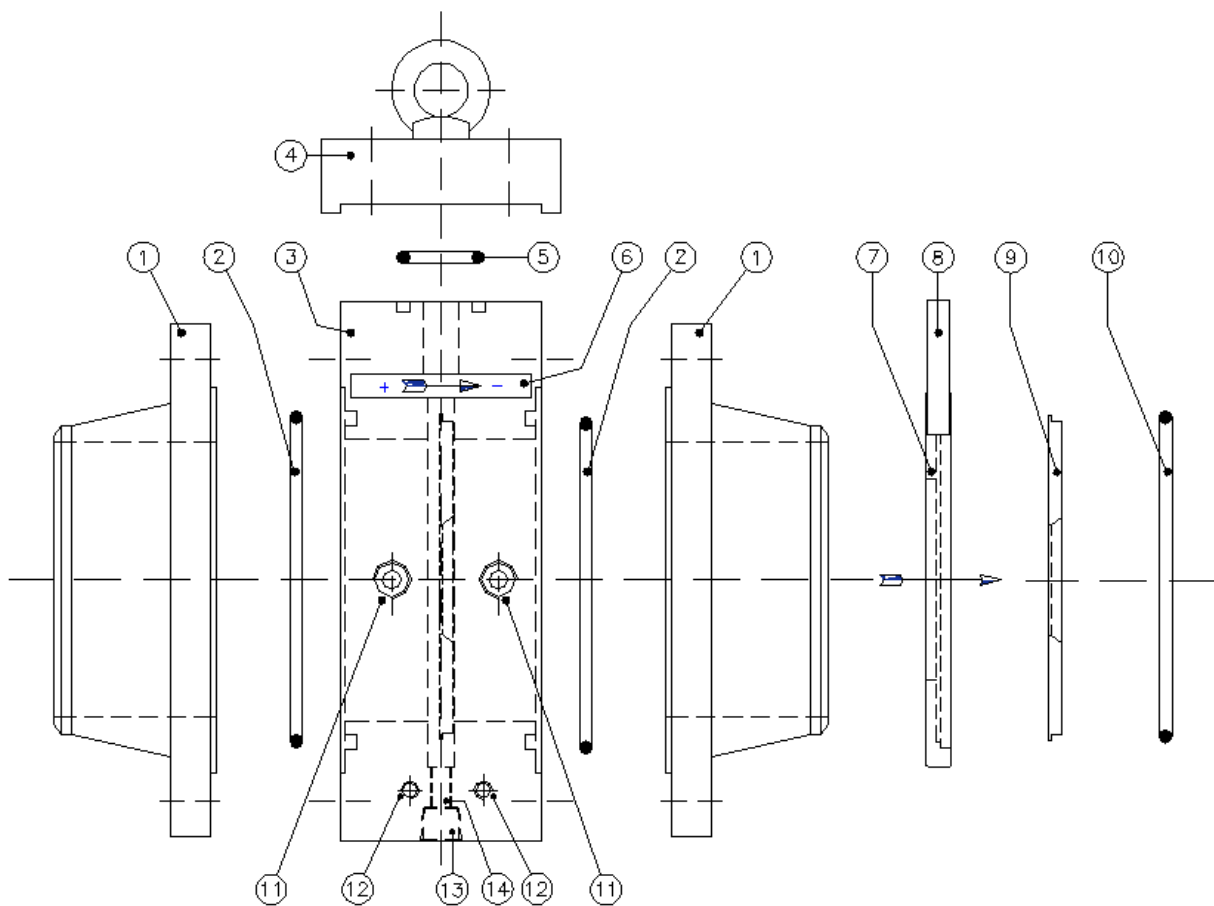

Fig. 1
Il portadiaframma C.R. (fig. 1) è costituito da un corpo monoblocco (3) provvisto di flange (1) da saldare alla tubazione di misura.